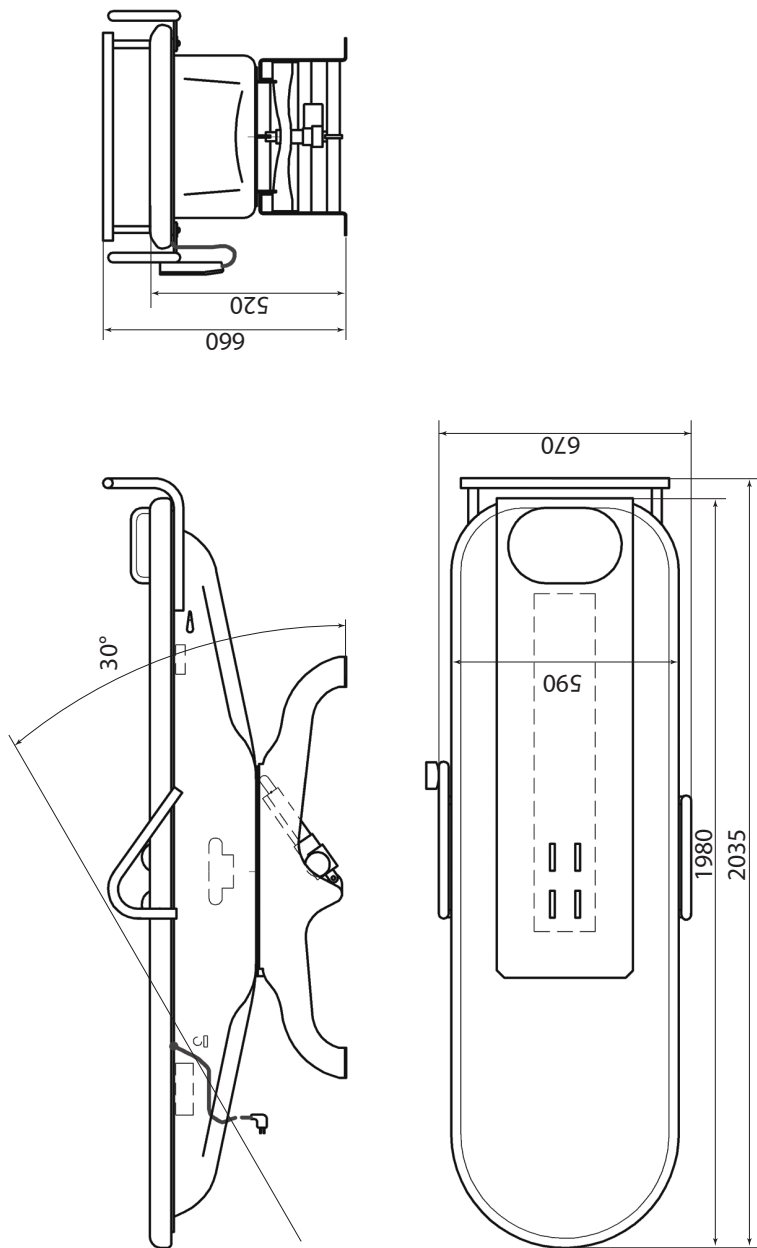

Рис. 1. Конструктивная схема Установки
8.2. Перед выполнением процедуры вытяжения необходимо закрепить на пациенте грудной пояс (фото 3). Для удобства пользования грудной пояс снабжен двумя зажимными ленточными липучками. Ремни (ленты) крепления пояса к установке должны располагаться на наружной стороне пояса симметрично осевой линии позвоночника пациента, при этом ремни крепления должны быть направлены в сторону головы пациента. Ремни (ленты) крепления грудного пояса располагаются только со стороны спины (фото 3.1), при этом свободный конец ремня, перекинутый через поручень установки 9 (рис. 1) должен фиксироваться на пряжке Арг1, расположенной на этом же ремне.